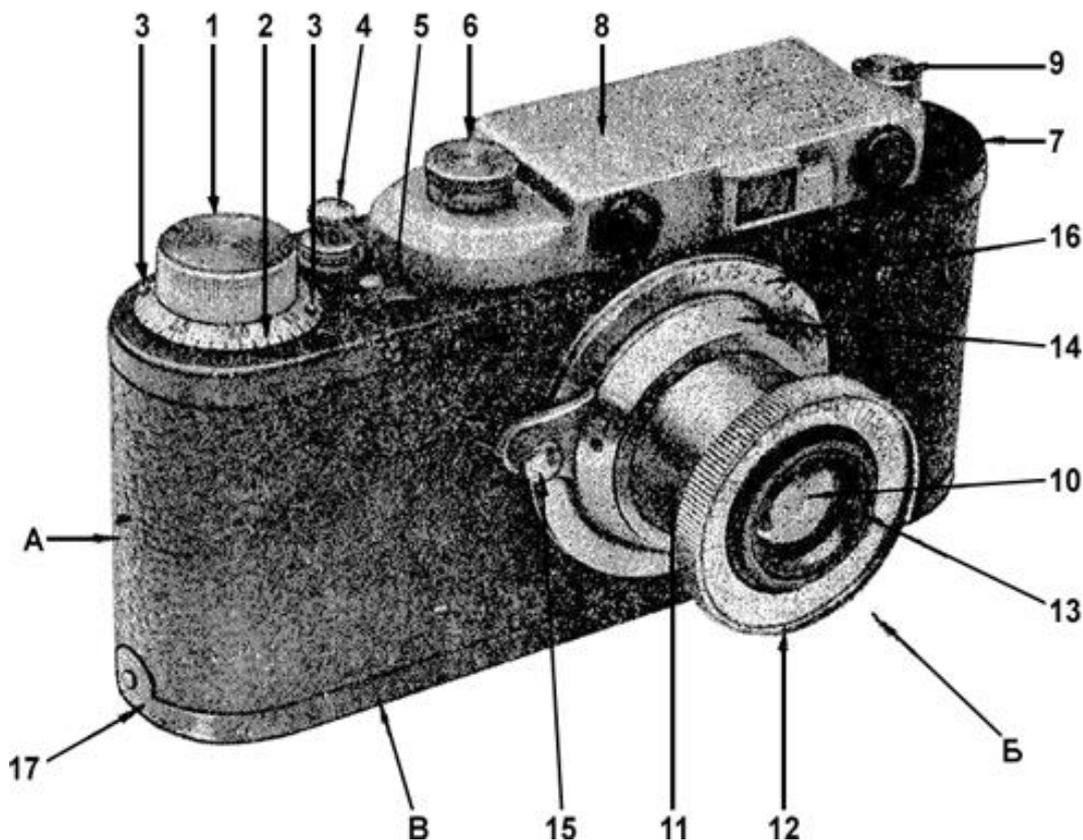
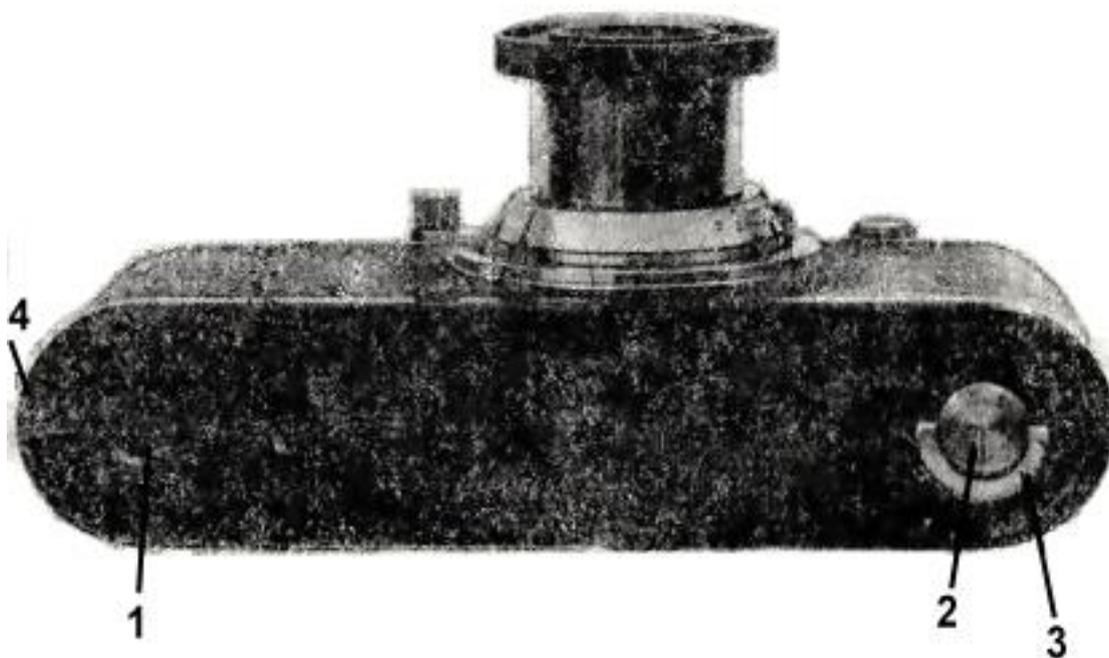

Рис. 2
Рис. 4
Аппарат (рис. 2) состоит из корпуса А, объектива Б, нижней съемной крышки В и верхней крышки Г с расположенными на ней: заводной головкой (1), диском счетчика (2), с укрепленными на нем столбиками (3), спусковой кнопкой (4), рычагам обратной перемотки (5), регулятором скоростей затвора (6) коробкой дальномера и видоискателя (8) и головкой обратной перемотки (9).
Нижняя крышка (рис. 4) снабжена углубленной штативной гайкой (1), замком, запирающим крышку (2) с дужкой (3) и язычком с отверстием (17) (рис. 2).
Взяв камеру в левую руку (рис. 5), следует поднять дужку (5) (рис. 4) большим и указательным пальцами правой руки и повернуть ее из положения «закрыто» влево – в положение «открыто». Осторожным движением оттянуть крышку кверху, держа за дужку до выхода штифта на корпус камеры из отверстия в язычке крышки.
В условиях производства съемки на расстояниях ближе 20 м для точной наводки на фокус необходимо воспользоваться дальномером. Дальномер представляет собой систему из двух зеркал, расположенных взаимно (параллельно под углом в  $45^\circ$  к оптической оси объектива. В таком положении зеркал даваемое ими изображение сильно удаленных предметов (одно полное, другое частичное, в виде окрашенного круга) совмещены. Изображение же предметов, расположенных ближе 20 м, в этом случае при рассматривании их в глазок дают sdвоенные контуры (см. рис. 16), для совмещения которых необходимо вывести зеркала из положения взаимной параллельности. Совмещение контуров изображений близко расположенных предметов в дальномере соответствует точной наводке на фокус объектива. Производится указанное совмещение подвижной рычага объектива (15) (рис. 2), с которым связан рычаг подвижного зеркала дальномера.
Диафрагмирование производится передвижением и установкой индекса (13) (рис. 2) против соответствующего деления шкалы, причем изменения диаметров относительных отверстий влекут за собой следующие изменения в экспозициях:
По израсходовании всей пленки, что определяется резким торможением при смене очередного кадра, аппарат нужно разрядить. Эта операция может быть произведена при дневном свете следующим образом: вся выведенная и намотанная на наматывающую катушку пленка должна быть перемотана обратно в кассету. Для этого, взяв аппарат в левую руку, переводят правой рукой рычаг (5) (рис. 2) против часовой стрелки до упора, вытягивают головку (9) в крайне верхнее положение и вращают ее в направлении стрелки до появления ощутительного торможения. Небольшим усилием необходимо преодолеть сопротивление и повернуть головку до момента свободного ее вращения, указывающего, что конец пленки освободился из сцепления с наматывающей катушкой. После этого нужно открыть нижнюю крышку аппарата и извлечь кассету, которую рекомендуется спрятать в футляр или завернуть в темную бумагу и в таком виде хранить ее до проявления.